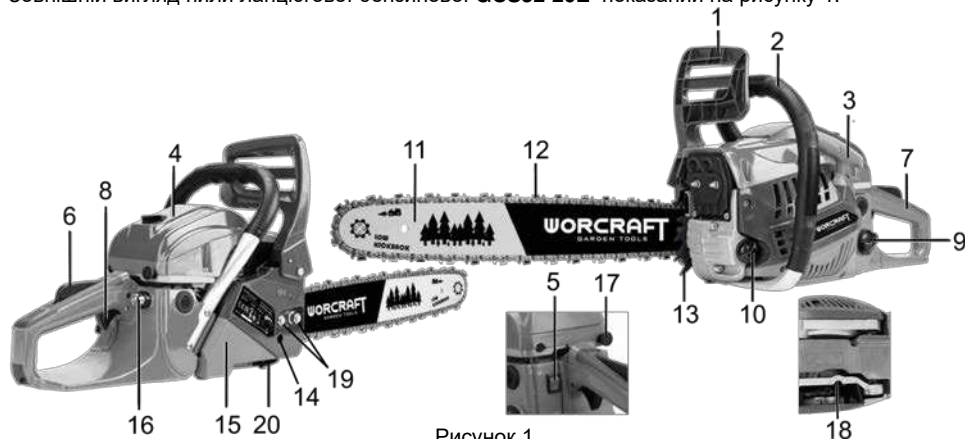
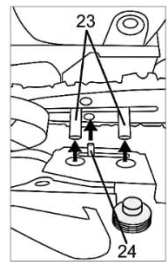

Рисунок 1
Рисунок 4
- Потягніть рукоятку гальма (1, рисунок 1) в бік передньої рукоятки (2, рисунок 1), щоб переконатися, що гальмо ланцюга вимкнуте.
- Відгвинтіть гайки (19, рисунок 1), що кріплять кришку зчеплення (15, рисунок 1), та зніміть її.
- Відрегулюйте гвинт натягу ланцюга (14, рисунок 1) на боковій частині кришки зчеплення таким чином, щоб штифт натягу ланцюга (24, рисунок 4) сумістився з відповідним отвором напрямної шини. При цьому отвори на кришці зчеплення повинні збігатися з напрямними гвинтами (23, рисунок 4).
- Вставте штифт механізму натягу ланцюга (24, рисунок 4) в спеціальний отвір на напрямній шині та одягніть кришку зчеплення. Вручну нагвинтіть гайки фіксації кришки зчеплення (19, рисунок 1).
- Обертаючи гвинт натягу ланцюга (14, рисунок 1) за годинниковою стрілкою, натягніть ланцюг до тих пір, поки він не буде щільно прилягати до нижнього боку напрямної шини. Перевірте натяг, потягнувши ланцюг вгору.
При кожній заправці паливом обов'язково перевіряйте та доливайте оливу для змащування ланцюга. Кришка горловини масляного бака (10, рисунок 1) позначена відповідним зображенням. Рекомендовано використовувати тільки спеціальну оливу для ланцюгів. Олива для ланцюгів значно знижує тертя та нагрів ланцюга і напрямної шини, полегшує їх очищення від стружки та пилу, надійно захищає від корозії та придатна до всесезонного використання.
- Перевірте, щоб гальмо ланцюга (1, рисунок 1) правильно функціонувало (увімкнене – важіль захисного пристрою (1) переведений уперед (убік пиляльної гарнітури), вимкнене – важіль переведений назад (убік рукоятки)).
- Вимикач запалювання (5, рисунок 1) переведіть в положення «Увімкнене» («I», «ON»).
- Повністю витягніть ручку повітряної заслінки карбюратора (17, рисунок 1) (положення «СНОК» – повітряна заслінка повністю закрыта).
- Декілька разів натисніть на праймер (паливний насос 16, рисунок 1), доки він частково не заповниться паливом. Праймер, заповнений паливом більше ніж на половину, свідчить, що до карбюратора надійшло паливо.
- Візьміться за передню рукоятку бензопили (2, рисунок 1) лівою рукою. Поставте бензопилу на землю, наступивши правою ногою на нижній бік задньої рукоятки (7, рисунок 1).
- Візьміть рукоятку стартера (3, рисунок 1) правою рукою і плавно потягніть шнур стартера. Зверніть увагу: не витягуйте повністю шнур стартера і не випускайте рукоятку стартера при витягнутому шнурі - це може привести до пошкодження стартера. Потягніть рукоятку стартера кілька разів, поки двигун не зробить робочий такт.
- Натисніть на ручку повітряної заслінки (17, рисунок 1), встановивши її в проміжне положення «START» (повітряна заслінка закрита наполовину).
- Перемкніть вимикач запалювання (5) в положення «Увімкнене» («I», «ON»).
- Витягніть ручку повітряної заслінки карбюратора (17) в проміжне положення (повітряна заслінка закрита наполовину).